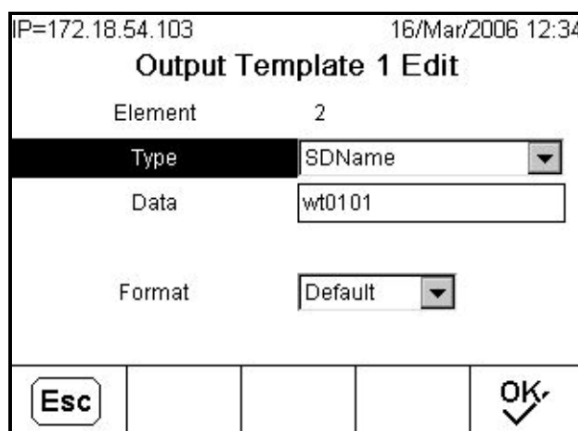

Figure 3-113 : Écran Output Template Edit
2. Appuyez sur la touche programmable MODIFIER  pour accéder à l'écran de modification des enregistrements sélectionnés. Un écran comme celui illustré sur la Figure 3-113 s'affiche. Le numéro de l'élément ne peut pas être modifié.